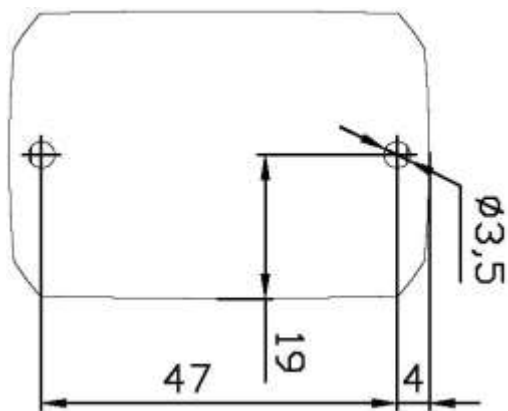

Рисунок 9. Шаблон для монтажа
- 3.2 Приложите к стене шаблон для монтажа (рис. 9) и просверлите отверстия.